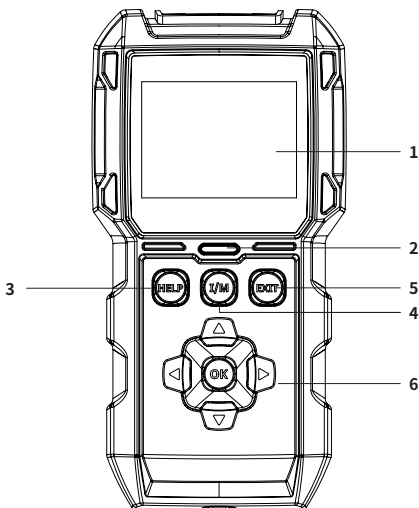

図 2.1.1
1. ディスプレイ: 2.8 インチのカラー画面には、メニュー、サブメニュー、テスト結果、特定の機能、モニタステータス情報が表示されます。詳細には、次のセクションのメインメニューとホーム画面のアイコンを参照してください（図 2.1.1 を参照）。